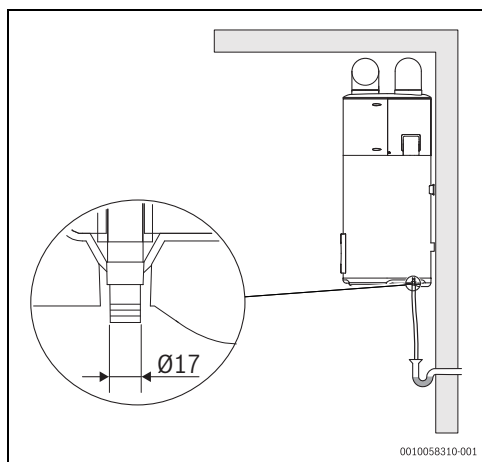

Fig. 21 Collegamento dello scarico condensa
- Collegare un tubo di scarico flessibile da Ø 17 mm (Fig. 21).